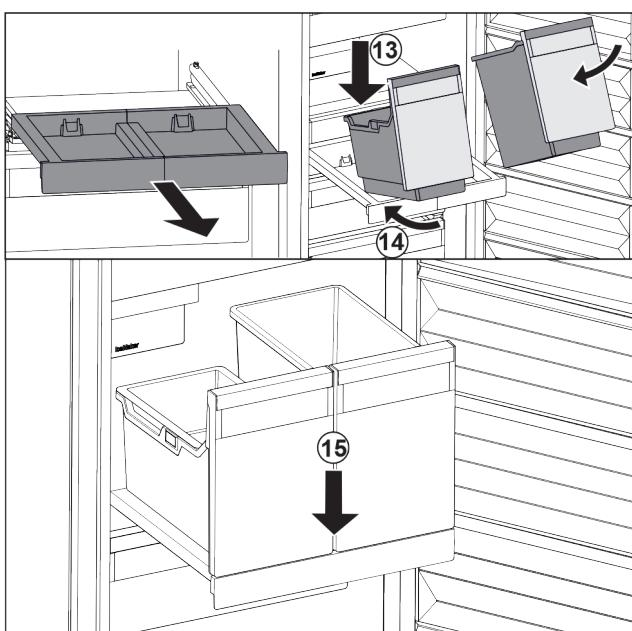

Fig. 31
- Встановити резервуар на витяжну панель навколо. Fig. 31 (13)
- Насунути резервуар навколо до заду. Fig. 31 (14)
- Резервуар опустити спереду. Fig. 31 (15)